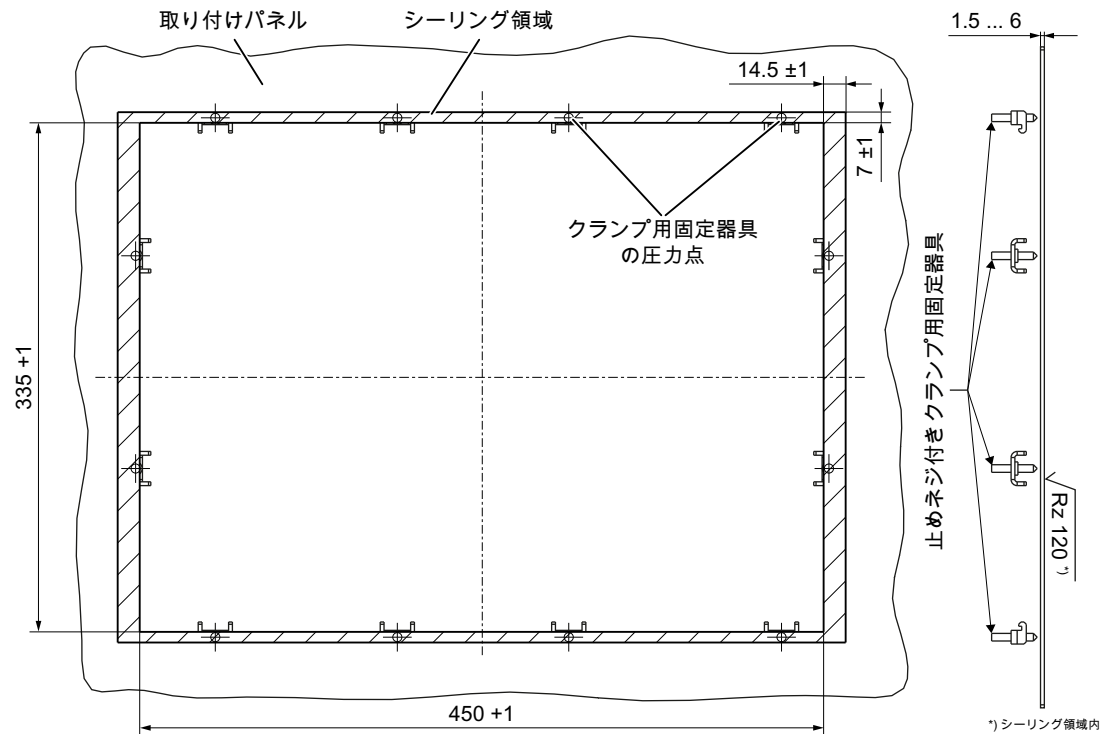

図 7-3 OP 015A 操作パネル取り付けの寸法図
1. 組み立てられたコンポーネント(操作パネルと PCU)を前面からパネル抜き穴に挿入します(図 7-3 OP 015A 操作パネル取り付けの寸法図(ページ 103)を参照してください)。